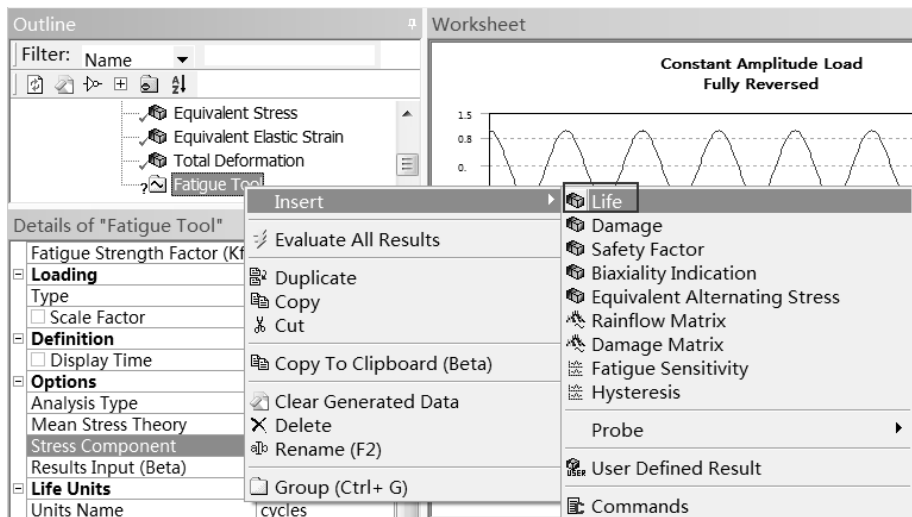

图 16-9 添加 Life 命令
Step3：右击 Fatigue Tool 选项，在弹出的快捷菜单中选择 Insert Life 命令，如图 16-9 所示。